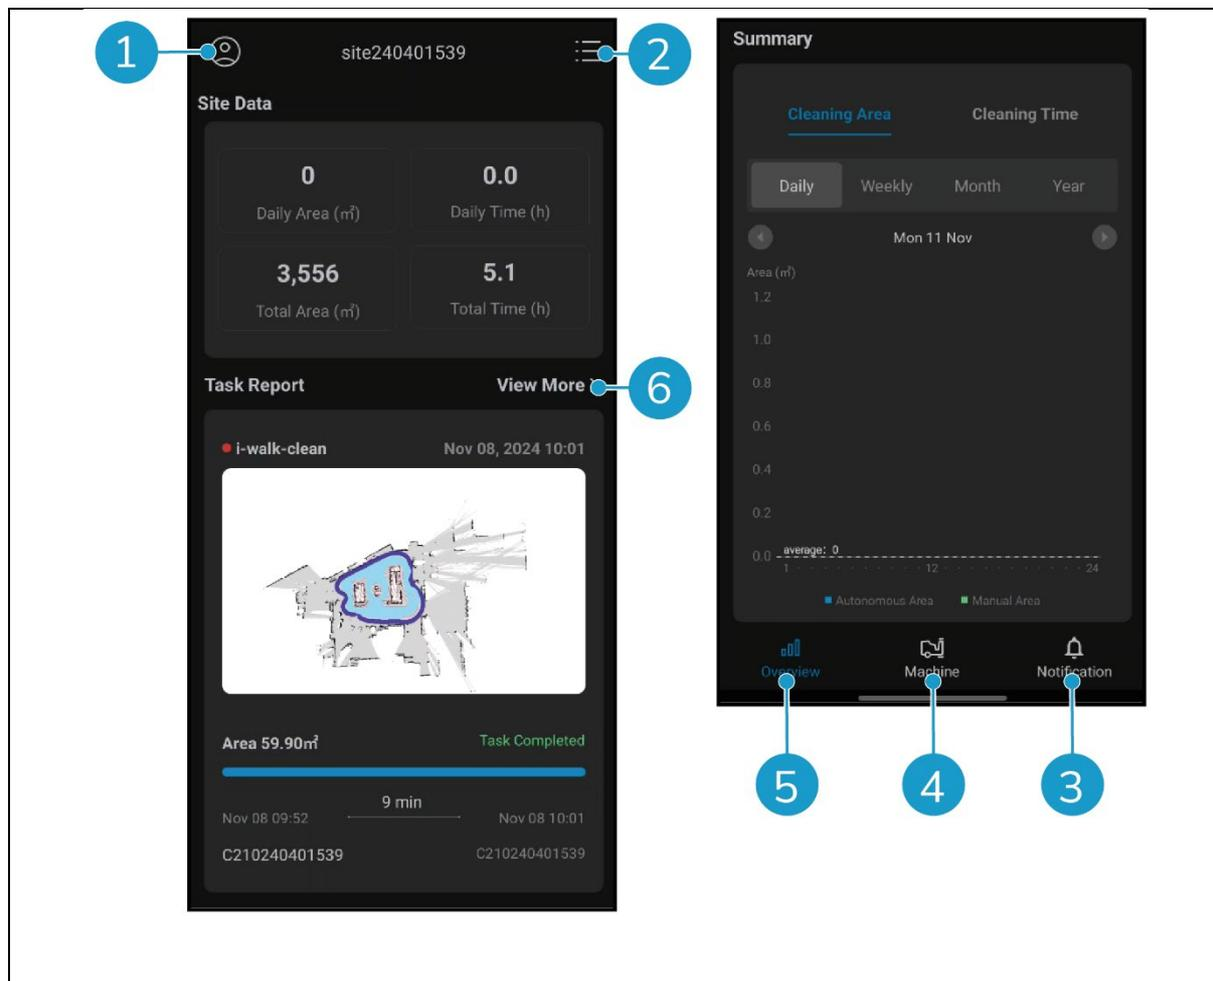

Figure 29
- Appuyez sur le bouton [Profil] (Figure 29, pos. 1) pour afficher le menu Site.
- Tapez sur [Voir plus] (Figure 29, pos. 6) pour ouvrir le rapport de tâches.
- Touchez les boutons en bas (Figure 29, pos. 3 & 4) pour passer au menu Machine ou Notification.